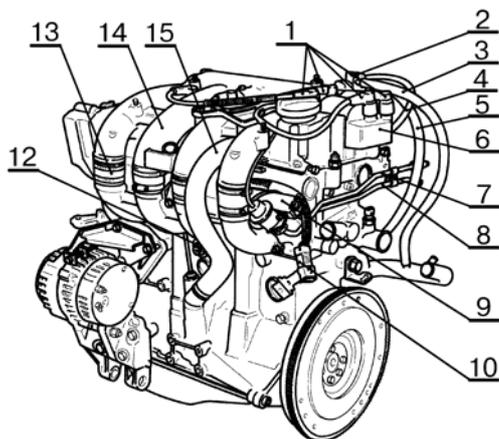

Рис.7.
- снять жгут 1, рис.7, высоковольтных проводов;